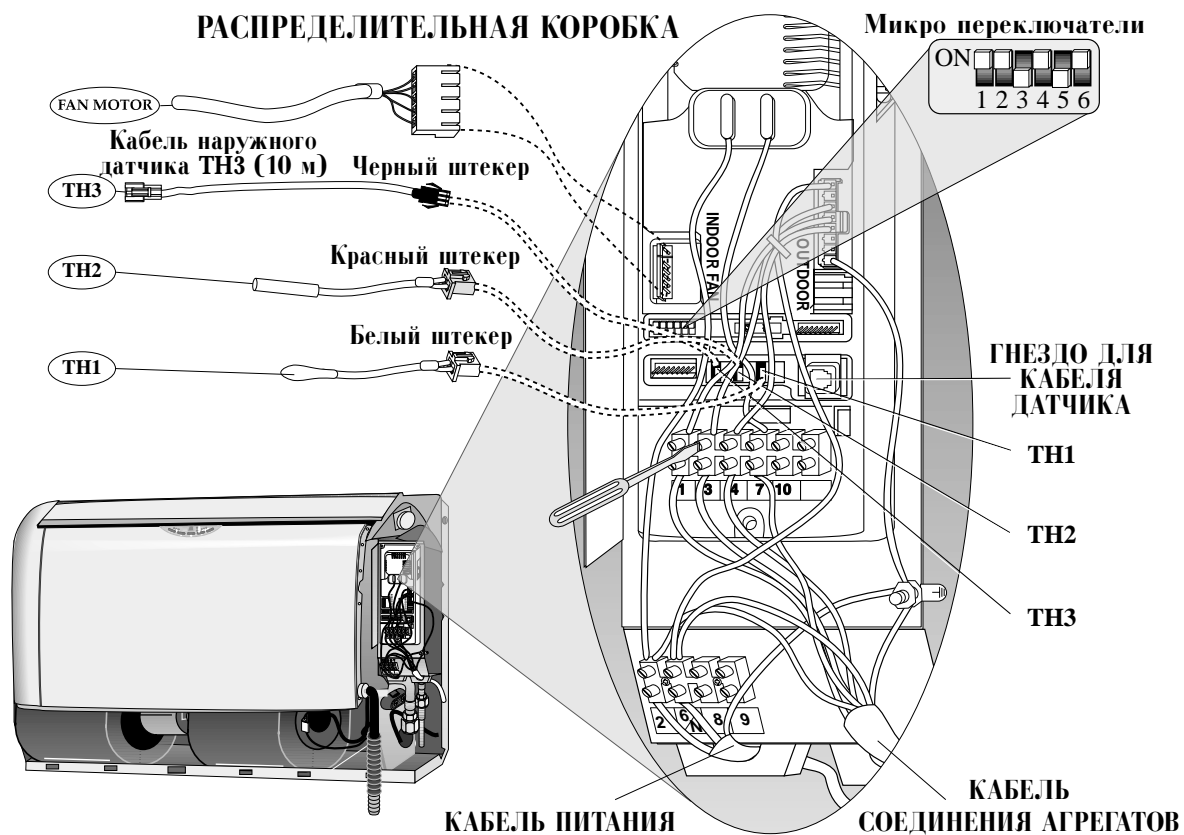

Рис. 10
Примечание: Позаботьтесь о том, чтобы чтобы кабели шагового двигателя и дисплея были отсоединены от электронного блока управления (см. рис. 10).
- С помощью отвертки вставьте зачищенные концы проводов (8 мм) в клеммную коробку, как показано на рис. 10.
- Подключите штекер TN3 кабеля наружного датчика к соответствующему разъему клеммной коробки (см. рис. 10).
- Подсоедините разъем панели индикатора к печатной плате панели индикатора (см. рис. 10).